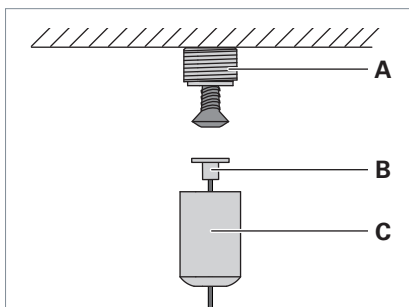

Fig. 10: Deckenbefestiger montieren.
- ▶ Schrauben Sie das Gewinde **A** mit dem Abstand **a** zu dem zuvor montierten Deckenbefestiger und einer geeigneten Schraube an die Decke, siehe Tab. 2 und Fig. 10.